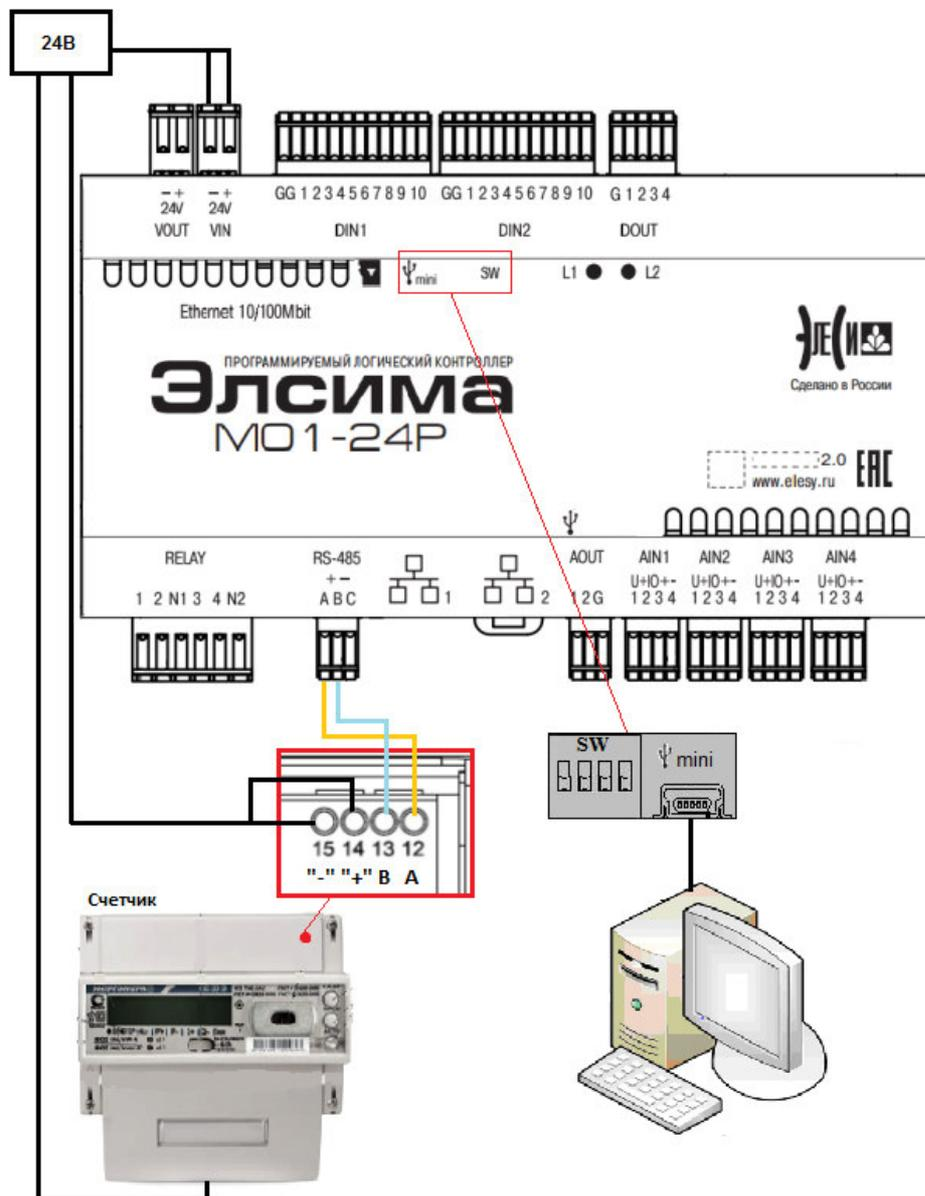

Рисунок 2.1 – Схема подключения оборудования
3. Подключить контроллер через интерфейсный разъем «mini» к компьютеру кабелем USB 2.0 «USB A - mini-USB B» длиной не более 1,8 м. (рисунок 2.1), используя драйвер виртуальной сети RNDIS. Подробную информацию о драйвере можно найти в документе «Контроллер программируемый логический Элсима. Руководство по эксплуатации».